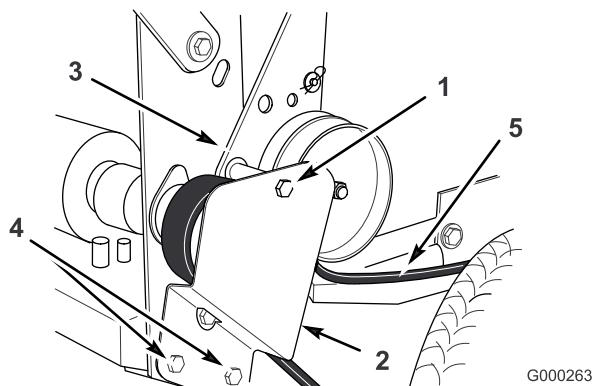

Figura 48
- Retire el perno superior que fija los soportes de la polea tensora al bastidor trasero (Figura 48).
- Afloje los dos tornillos de montaje inferiores lo suficiente para que la correa pueda pasar entre la polea de transmisión y el soporte de la polea tensora (Figura 48).
- Coloque el perno superior que fija los soportes de la polea tensora al bastidor trasero (Figura 48).
- Apriete los dos tornillos de montaje inferiores lo suficiente para que la correa pueda pasar entre la polea de transmisión y el soporte de la polea tensora (Figura 48).